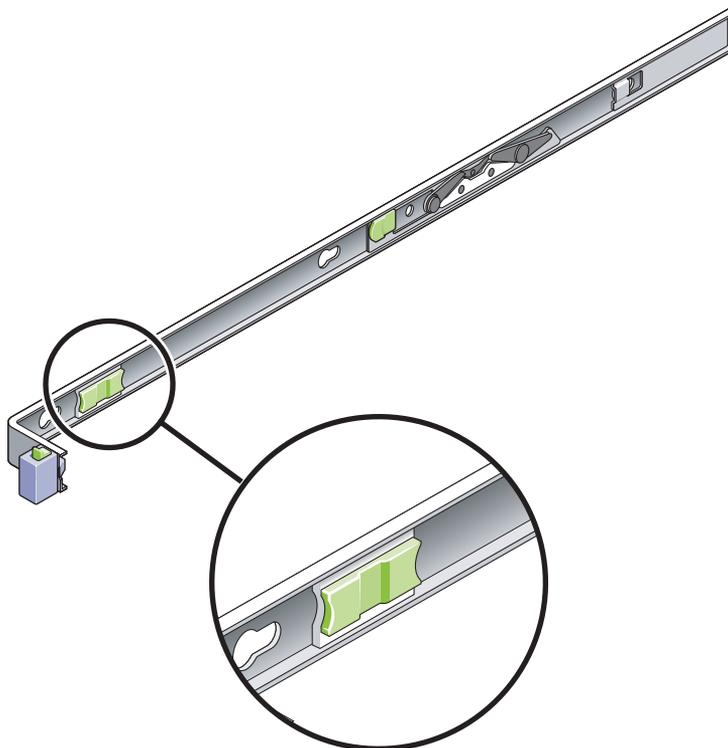

図 2-24 スライドレールのリリースボタン
6. 両方のスライドレールリリースボタンのロックを同時に解除して (図 2-24)、サーバーをラック内に完全に押し込みます。